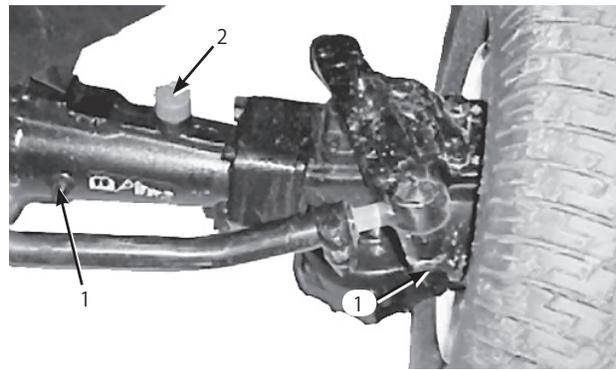

図19
- 点検プラグを取り、オイルが各穴 (全部で3) の下の縁まであることを確認する (図19と20)。
- 量が不足していればアクスル中央のプラグを外して穴の上面まで補給する (図19と20)。